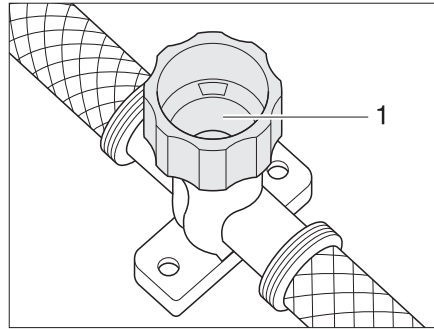

Fig. 127 Robinet de vidange pour Therme
- Fermer le robinet de vidange. Tourner pour cela le capuchon (Fig. 127,1) dans le sens des aiguilles d'une montre.
- Ouvrir le robinet de vidange du Therme. Tourner pour cela le capuchon (Fig. 127,1) dans le sens inverse des aiguilles d'une montre.